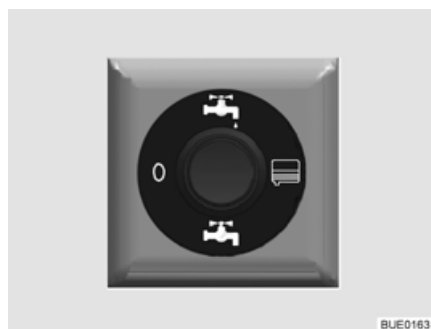

Fig. 197 Interruttore di comando per rubinetto di scarico ad azionamento elettrico (parzialmente accessorio opzionale)
- Spingere in alto l'interruttore di comando (Fig. 197). Le acque grigie vengono scaricate.
- Dopo la completa fuoriuscita delle acque grigie, spingere in basso l'interruttore di comando (Fig. 197).
- Portare l'interruttore di comando (Fig. 197) in posizione "0" (spento).